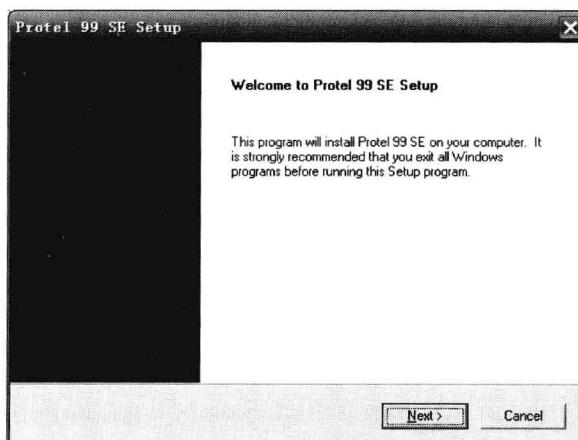

图 1-1 进入安装界面
- (1) 从 Protel 99 SE 安装文件夹中找到 Setup.exe 文件，双击该文件图标，运行此文件，进入安装程序，如图 1-1 所示。